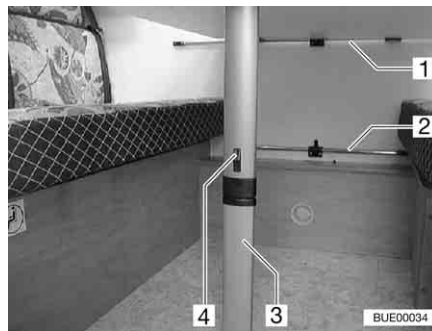

Fig. 78 Tavolo sospeso con piede pieghevole
- Spingere l'arresto (Fig. 78,4) in direzione piano del tavolo.
- Ribaltare il piede inferiore (Fig. 78,3) di 90°.
- Sganciare il tavolo sospeso dalla sbarra di aggancio superiore (Fig. 78,1).
- Agganciare il tavolo sospeso nella sbarra di aggancio inferiore (Fig. 78,2) e fissarlo sul giunto del piede del tavolo.